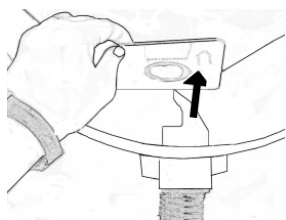

Fig. 24
5. Rimuovere il sacchetto di raccolta polvere afferrando il rinforzo di cartone ed estraendo con attenzione il cartone e il sacchetto dal pacco polvere (Fig. 24). Ripiegare la parte perforata del cartone verso l'apertura del sacchetto per prevenire la fuoriuscita del materiale contenuto all'interno del sacchetto stesso.